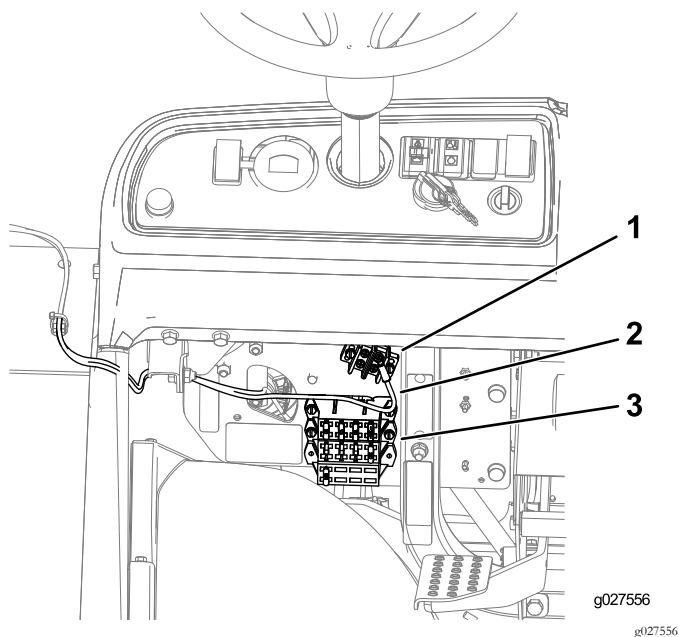

图13
2. 对于 Workman MD/MDX/MDXD 机器 将线束的环形端子连接到地线盒并将保险丝盒接头插入提供的保险丝盒连接件 图13。